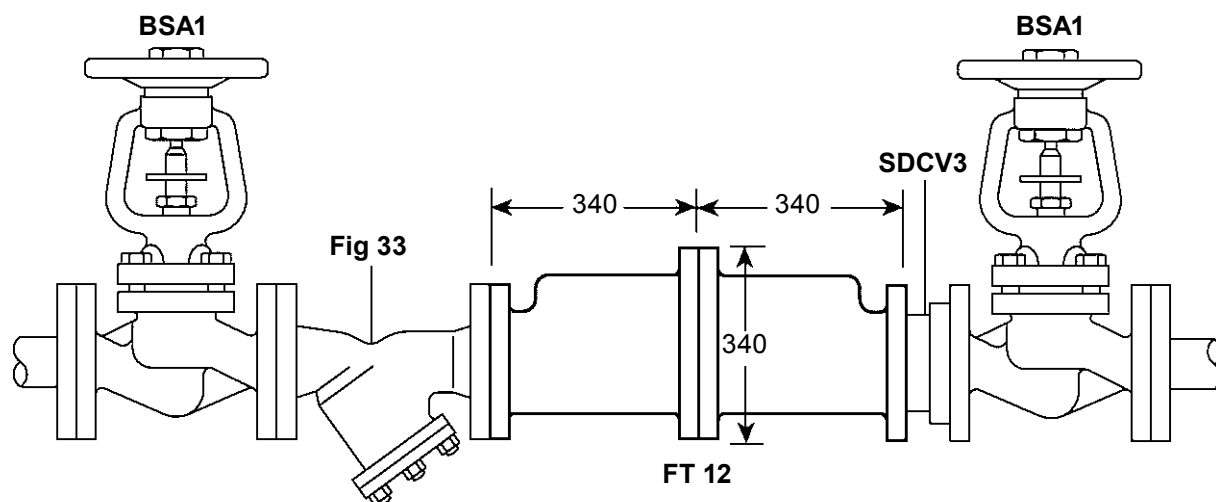

Fig. 2 - Dimensions approximatives en mm et **Poids** d'environ 82 kg
- 3.4** Le purgeur est conçu pour une installation sur une tuyauterie horizontale. Une installation type est représentée sur la Figure 2. Lorsque de l'air est présent dans le process, un éliminateur d'air thermostatique séparé peut être monté en parallèle.